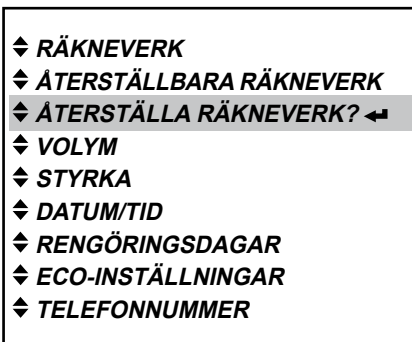

Bild 34
- Aktivera menyn «ÅTERSTÄLLA RÄKNEVERK?» i administratörsläget och tryck på Enter för att öppna den (bild 34).